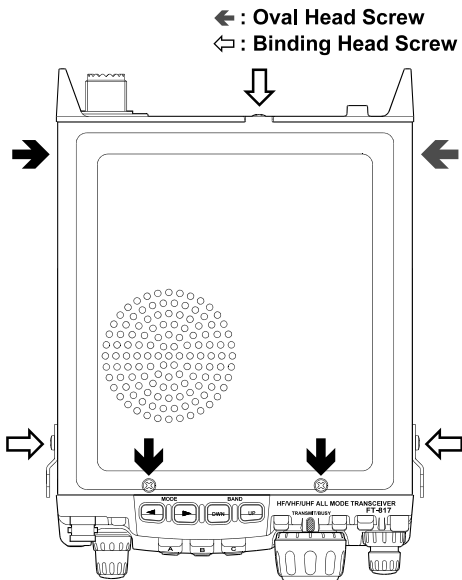

Figure 1
2. En se reportant à la figure 1, enlever la bretelle de transport et ses deux vis situées de chaque cotés du transceiver, puis enlever les cinq vis fixant la partie supérieure du boîtier du transceiver, et enlever cette partie du boîtier; débrancher le connecteur du haut-parleur quand vous enlever le boittiller.
2. En se reportant à la figure 1, enlever la bretelle de transport et ses deux vis situées de chaque cotés du transceiver, puis enlever les cinq vis fixant la partie supérieure du boîtier du transceiver, et enlever cette partie du boîtier; débrancher le connecteur du haut-parleur quand vous enlever le boîtier.